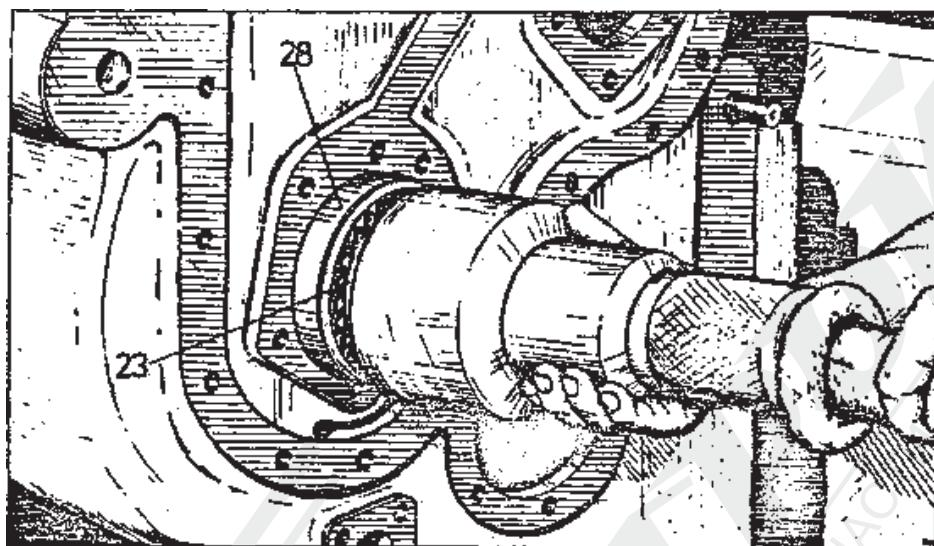

Рис. 2-48. Вдавливание бочкообразного роликоподшипника 22217 /28/ на втулку гильзы 23 и в гнездо корпуса коробки скоростей.
15. Вдавить бочкообразный роликоподшипник 22213 - Mc2 /поз. 24/ на гильзу 24 и в гнездо корпуса с помощью втулка /рис. 2-48/.